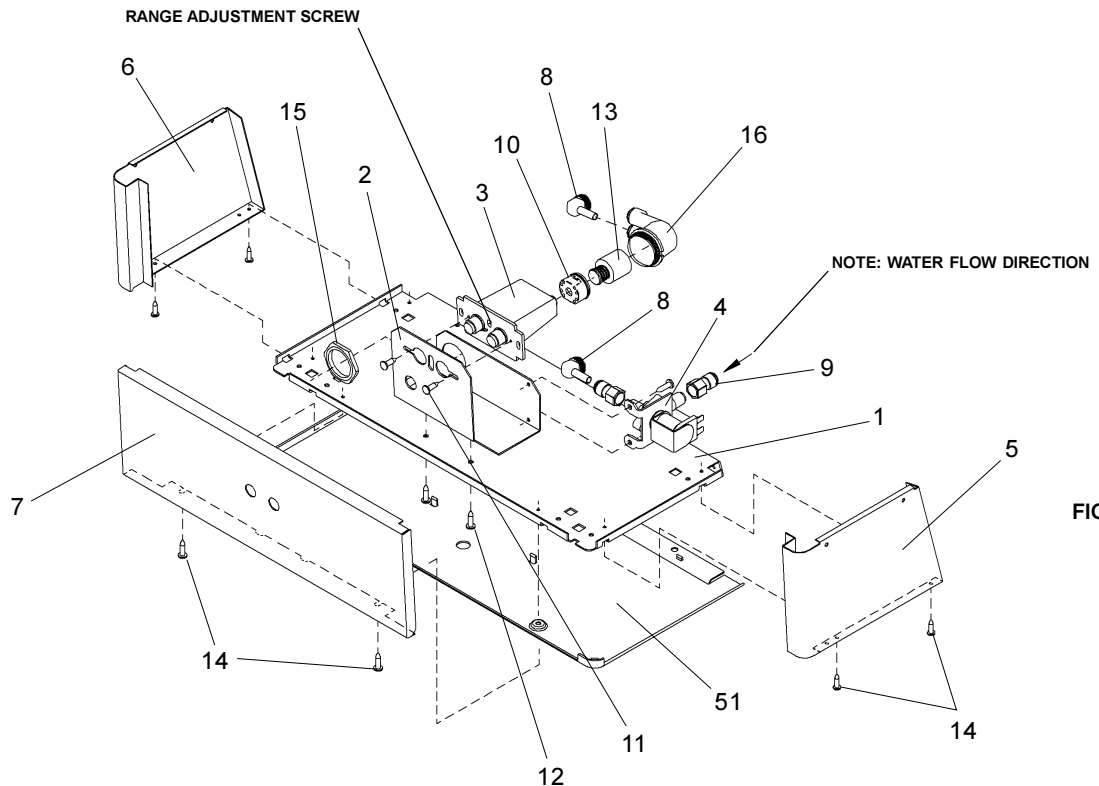

FIG. 3
See Fig. 3 (on page 3) for
- b. Using a small tip screwdriver, rotate range adjustment screw clockwise to increase range and counter-clockwise to decrease range. (See Fig. 3). **CAUTION:** Complete range of sensor (24-46 inches) is only one turn of the adjusting screw.
- b. À l'aide d'un petit tournevis, vissez la vis de réglage de la plage dans le sens des aiguilles d'une montre pour l'augmenter ou dans le sens contraire des aiguilles d'une montre pour la diminuer. (Voir fig. 3).
- 7) Stream height is factory set at 45-50 PSI. If supply pressure varies greatly from this, re-adjust stream height to approximately 1-1/2" (38mm) above the bubbler guard by turning adjustment screw, accessible by removing front panel, Item No.7 (see Fig.3 & 5).
- 8) Replace the front panel and secure by re-tightening four (4) screws.
- 7) La altura del chorro se determina en la fábrica a 45-50 PSI. Si la presión del suministro varía demasiado de este valor, reajuste la altura del chorro a aproximadamente 1-1/2" por encima del protector del borboteador dando vuelta al tornillo de ajuste sacando el panel frontal de empuje, Artículos 7(vea Fig. 3 y 5).
- 8) Vuelva a colocar el panel frontal y asegúrelo apretando nuevamente los cuatro (4) tornillos.
- 7) Le niveau d'écoulement est réglé en usine à 45-50 Lb/po². Si la pression varie beaucoup de ce point, ajustez le niveau à nouveau à environ 1-1/2" (38mm) au-dessus du protège-barboteur en tournant la vis de réglage du régulateur que l'on trouve en retirant le panneau, article 7 (voir fig. 3 et 5).
- 8) Remplacez le panneau avant et fixez-le en place en resserrant les quatre (4) vis.